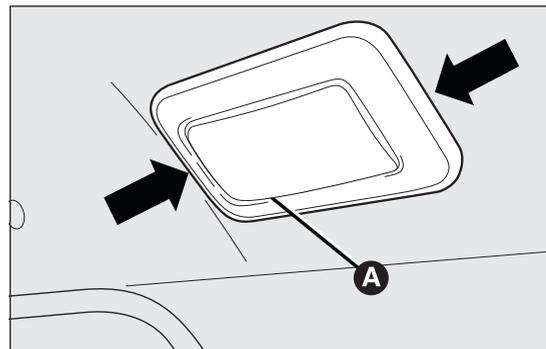

fig. 152
- estrarre la plafoniera A fig. 152 agendo nei punti indicati dalla frecce;